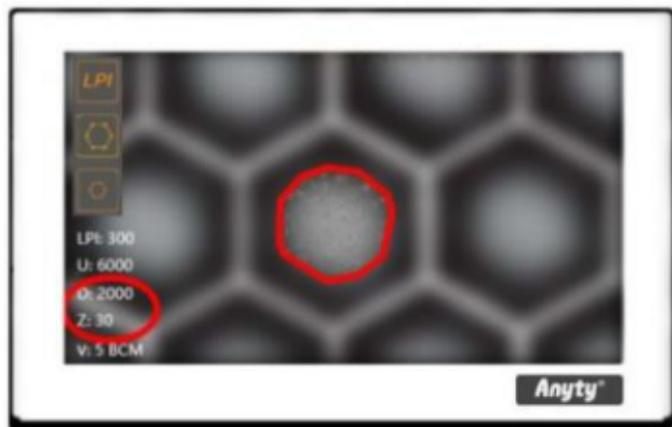
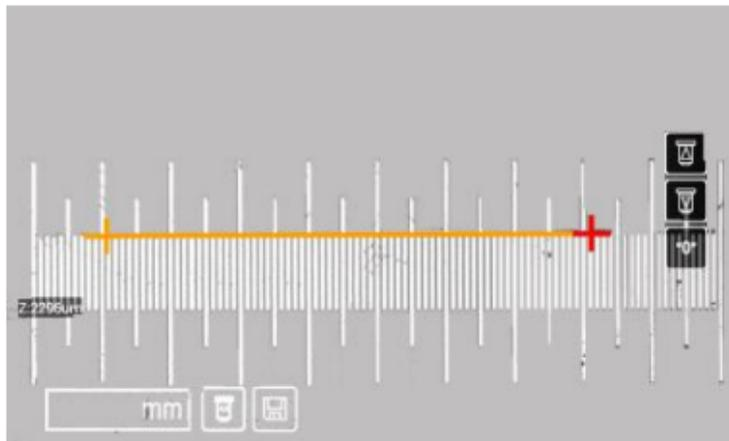

图 8
图 14
5) 看清网穴底部状态后选择左上角网穴底部面积图标 ，使用鼠标沿网穴底部形状点选，具体操作见面积测量功能介绍。点选完成后如图 8 示意，屏幕左下角 D:后将出现数据（如红圈内示意）。此时网纹辊网穴底部面积测量完成。
三角形体积测量工具： 点击此图标后将出来如图 8 示意界面。
- 2) 选择左上角三角宽度测量图标 ，在屏幕中使用鼠标测量三角宽度，通过方向键调整位置，调整完成后点击 OK 后此三角宽度测量完成，如图 8。
标定：将仪器附带的定标尺中的尺寸图形拍摄清晰呈现在仪器屏幕上如（图 8）。选择设置菜单里面的  定标功能图标后，仪器进入定标设定界面，沿尺子水平方向任意点取二点，按屏幕右下角的上下左右箭头键进行精度微移，根据测微尺上的刻度信息，将这二点的实际距离输入屏幕左下方的空格中（双击空格将出来输入键盘），**注意左下角的镜头图标的选择与实际使用的一致**，点击 mm 后可以切换单位面积为 μ m。点击键盘数字输入实际二点间的尺寸后点击左下角保存图标，该镜头定标完成。如（图 14）应输入为 700 μ m。